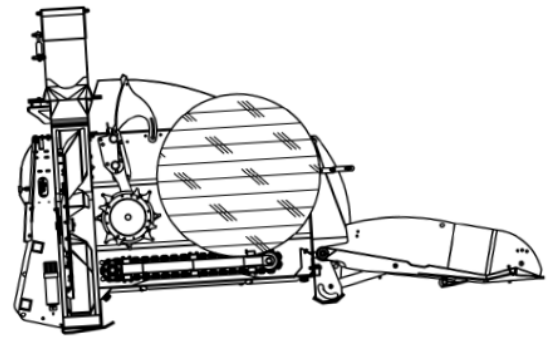

Bild 4. Spridning av rundbalar – lastlucka.
**VIKTIGT.** Med en rundbal i kammaren, se till att bottenmattan har en lutning på 5 grader. Se bild 4 och 5 för rundbalar.